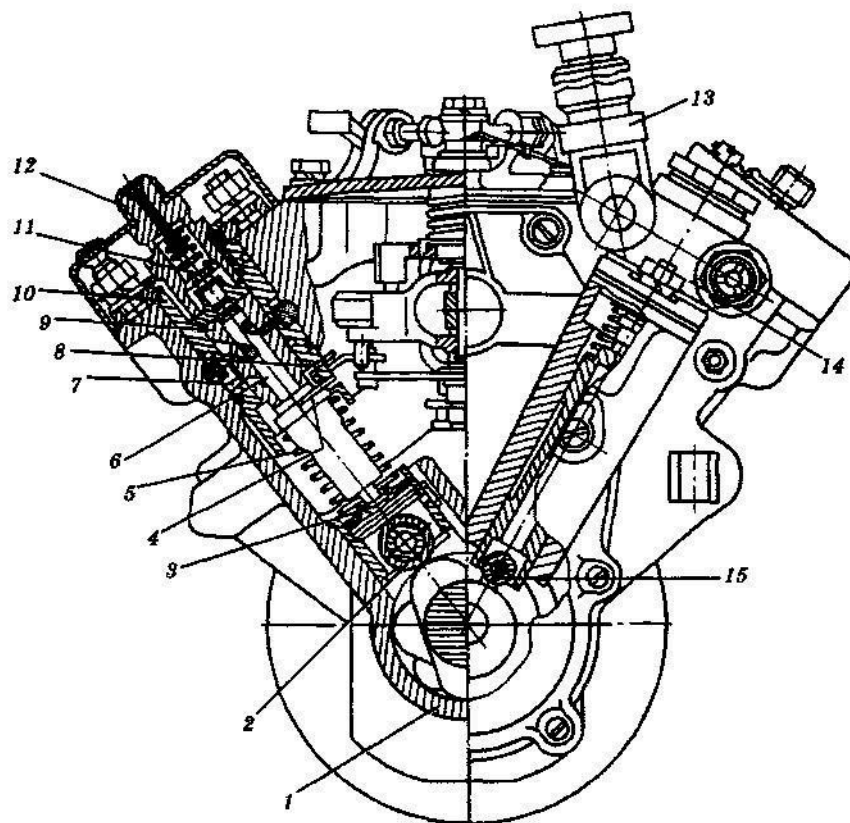

Рис. 4. Паливний насос високого тиску дизеля КамАЗ-740:
9. Вивчіть схему дії агрегату впорскування за рис. 4, а будову — на деталях різних агрегатів.